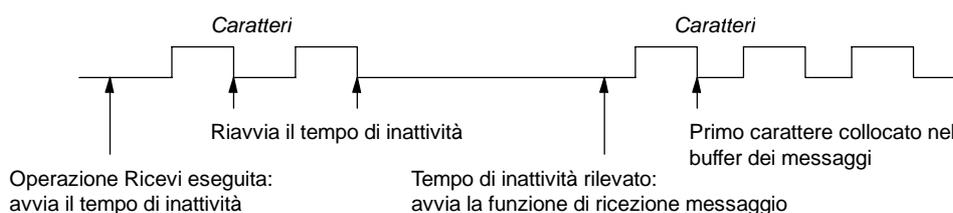

Figura 6-11 Utilizzo della funzione di rilevamento del tempo di inattività per l'avvio dell'operazione Ricevi
1. *Rilevamento di linea inattiva*: la condizione di Linea inattiva è definita come un tempo di quiete o inattività della linea di trasmissione. La ricezione ha inizio quando la linea di trasmissione è stata inattiva per il numero di millisecondi specificato in SMW90 o SMW190. Quando nel programma viene eseguita l'operazione Ricevi, la funzione di ricezione messaggio avvia la ricerca della condizione di linea inattiva. Se vengono ricevuti dei caratteri prima che termini il tempo di linea inattiva, la funzione di ricezione messaggio li ignora e riavvia il temporizzatore di linea inattiva con il tempo specificato in SMW90 o SMW190 (vedere la figura 6-11). Allo scadere del tempo di linea inattiva la funzione memorizza nel buffer dei messaggi i successivi caratteri ricevuti.